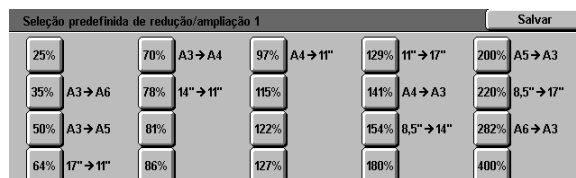

Figura 45: tela Seleção predefinida de redução/ampliação
- If you selected a Reduce/Enlarge Preset option, touch the desired reduction/enlargement percentage button on the Preset Reduce/Enlarge Selection screen (Figura 45).